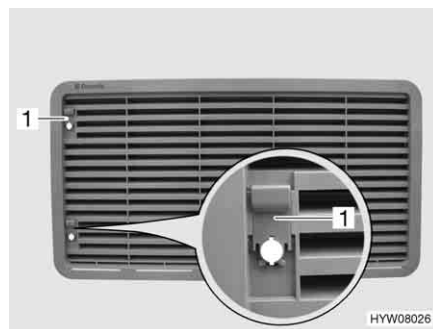

Bild 148 Kylskåpets ventilationsgaller (med spjäll)
- Skjut upp spjället (Bild 148,1).